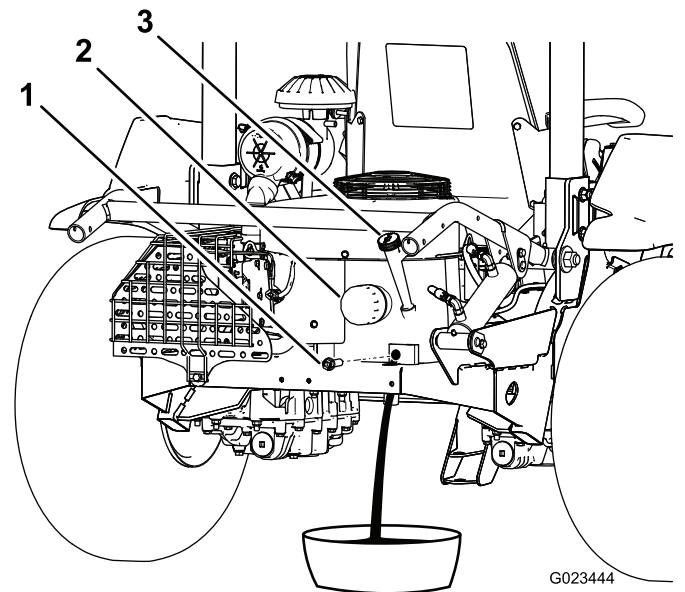

Figura 40
3. Retire el tapón de vaciado (Figura 40) y deje que el aceite se drene en un recipiente apropiado. Cuando el aceite deje de fluir, coloque el tapón de vaciado.